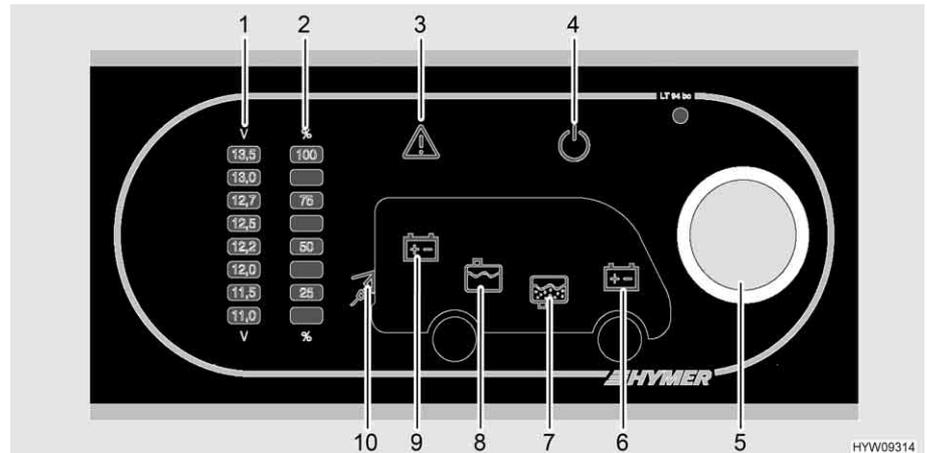

Fig. 101 Pannello di controllo (LT 94)
Il pulsante a rotazione (Fig. 101,5) inserisce o disinserisce il pannello di controllo e l'alimentazione a 12 V dell'abitacolo.
- Premere il pulsante a rotazione (Fig. 101,5): L'alimentazione a 12 V dell'abitacolo è inserita. La spia di controllo a 12 V (Fig. 101,4) diventa verde.
- Premere il pulsante a rotazione (Fig. 101,5): L'alimentazione a 12 V dell'abitacolo è disinserita. La spia di controllo a 12 V (Fig. 101,4) si spegne.
Mediante il pulsante a rotazione (Fig. 101,5) si possono interrogare sia la tensione della batteria dell'abitacolo che la tensione della batteria di avviamento. La tensione viene visualizzata sulla scala indicatore per la tensione della batteria (Fig. 101,1).
- Ruotare il pulsante a rotazione (Fig. 101,5), finché si accende il simbolo della batteria della quale deve essere interrogata la tensione.
Viene indicata la tensione della batteria dell'abitacolo (Fig. 101,9)
Viene indicata la tensione della batteria di avviamento (Fig. 101,6)
- Leggere la tensione sulla scala indicatore della tensione della batteria (Fig. 101,1).
Mediante il pulsante a rotazione (Fig. 101,5) si possono interrogare sia il livello del serbatoio dell'acqua che il livello del serbatoio delle acque grigie. Il livello viene visualizzato sulla scala indicatore livello dei serbatoi (Fig. 101,2).
- Ruotare il pulsante a rotazione (Fig. 101,5), finché si accende il simbolo del serbatoio del quale deve essere interrogato il livello.
Viene indicato il livello del serbatoio dell'acqua (Fig. 101,8)
Viene indicato il livello del serbatoio delle acque grigie (Fig. 101,7)
- Leggere il livello sulla scala indicatore del livello serbatoio (Fig. 101,2).
La spia luminosa Alarm (Fig. 101,3) lampeggia non appena i valori limite fissati vengono superati per eccesso o per difetto.
La spia luminosa Alarm (Fig. 101,3) lampeggia non appena la tensione della batteria scende al di sotto di 11 V. Se l'alimentazione a 12 V è accesa, si accende anche il relativo simbolo della batteria (Fig. 101,6 o 9), e l'indicatore "11,0" sulla scala indicatore della tensione della batteria (Fig. 101,1) lampeggia. Rischio di uno scaricamento totale della batteria.
La spia luminosa Alarm (Fig. 101,3) lampeggia ed il relativo simbolo del serbatoio (Fig. 101,7 o 8) si accende non appena il serbatoio dell'acqua è vuoto o il serbatoio delle acque grigie è pieno.
La spia di controllo a 230 V (Fig. 101,10) si accende quando all'ingresso della centralina elettrica è presente una tensione di rete.